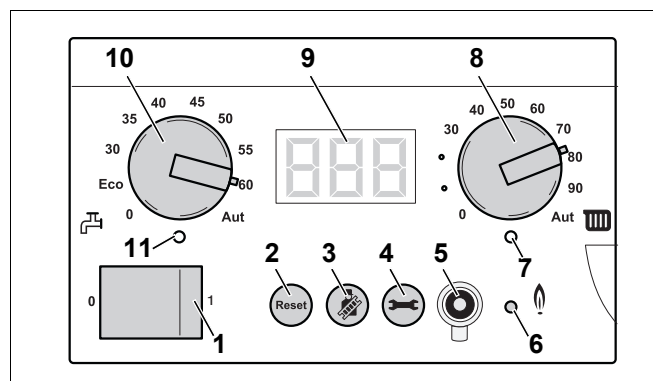

Bild 90 Grundkontroll BC10
- Koppla från värmeanläggningen med strömbrytaren på grundkontrollen Logamatic BC10 (bild 90, pos. 1).
- Koppla till värmeanläggningen med strömbrytaren på grundkontrollen Logamatic BC10 (bild 90, pos. 1).
- När lysdioden för brännaren (bild 90, pos. 6) har tänts väntar du en minut tills värmepannan körs med delbelastning.
- Tryck på knappen för skorstenssotning (bild 90, pos. 3) och håll den nedtryckt (ca två sekunder) tills punkten nere till höger på displayen (bild 90, pos. 9) visas. Se även tab. 9, "Avgastest", sidan 43 angående detta.